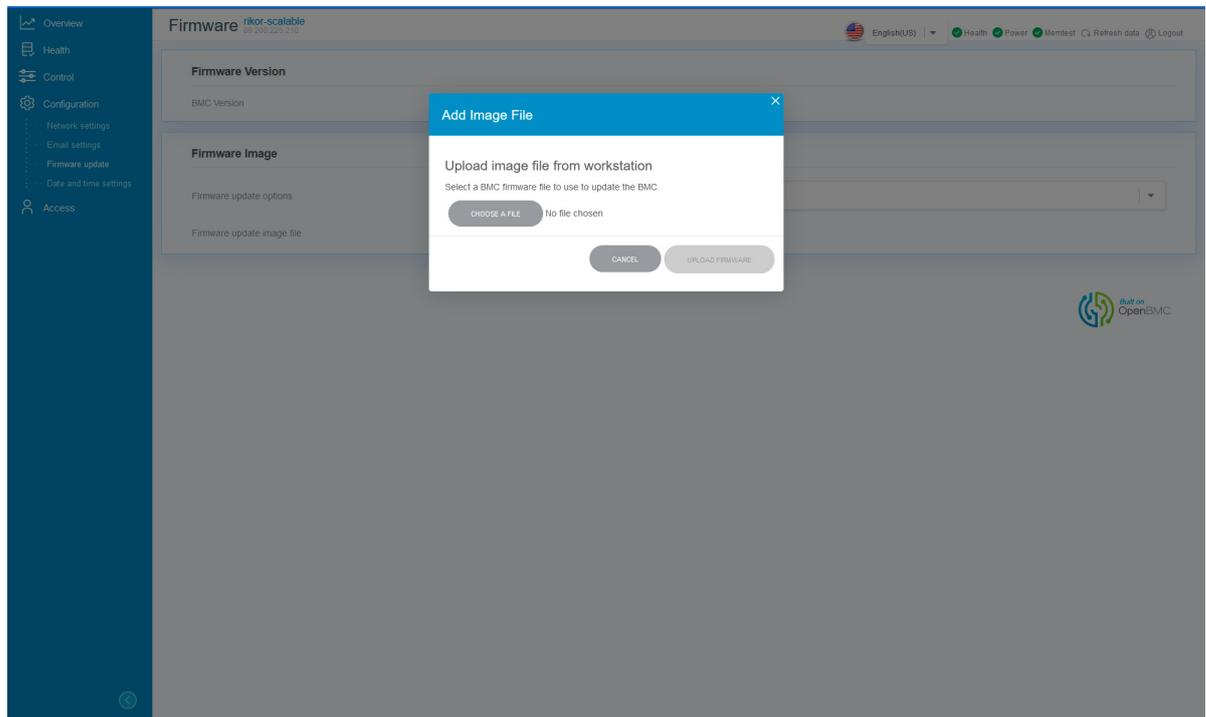

Рис. 82. Окно добавления новой прошивки
- 3) В появившемся окне нажмите на кнопку «CHOOSE A FILE». Окно показано на рис. 82 Окно добавления новой прошивки